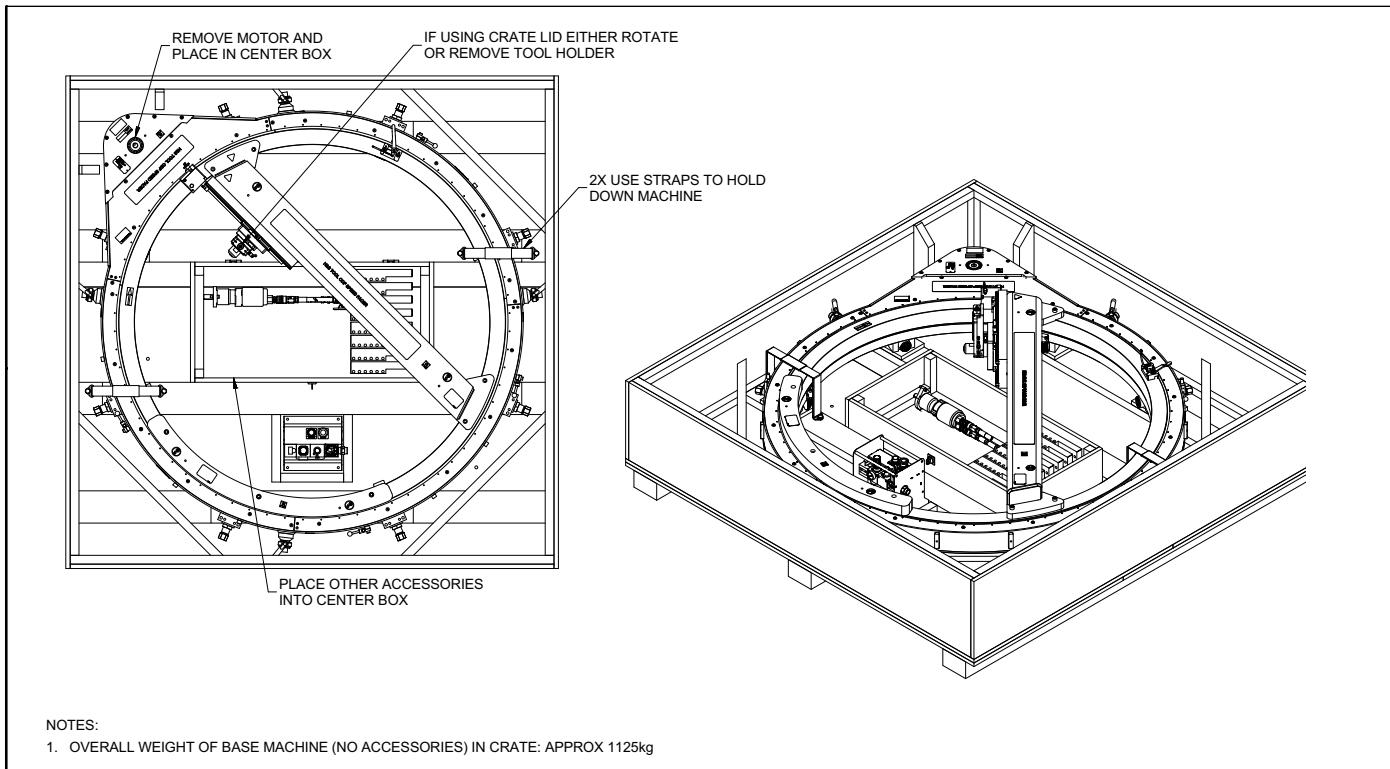

FIGURE 6-1. CAISSE DE LA ODF60
7. Entreposez la ODF60 Speed Facer dans sa caisse d'expédition d'origine (voir Figure 6-1).
La ODF60 Speed Facer peut être expédiée dans son conteneur d'expédition d'origine, comme le montre la Figure 6-1.